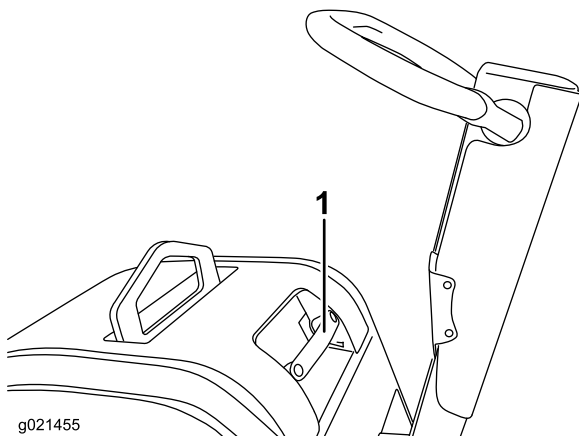

Figure 8
3. **Modèles 68072 et 68073 seulement :** soulevez le couvercle (Figure 8).
2. **Modèles 68072 et 68073 seulement :** soulevez le couvercle (Figure 8).